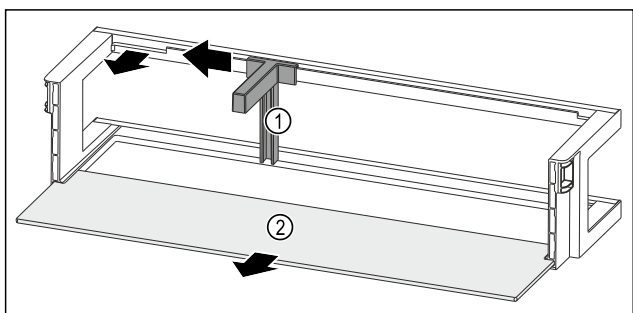

Fig. 243 Dvevní přihrádka s držákem lahví a odkládací plochou
- ▶ Držák lahví Fig. 243 (1) posuňte na stranu až k vybrání.
- ▶ Držák lahví Fig. 243 (1) odeberte.
- ▶ Odkládací plochu Fig. 243 (2) odeberte.